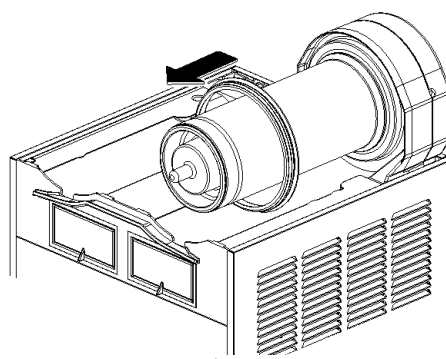

figura 11
- 4 Togliere la guarnizione di tenuta del contenitore dalla sua sede (vedere figura 11).